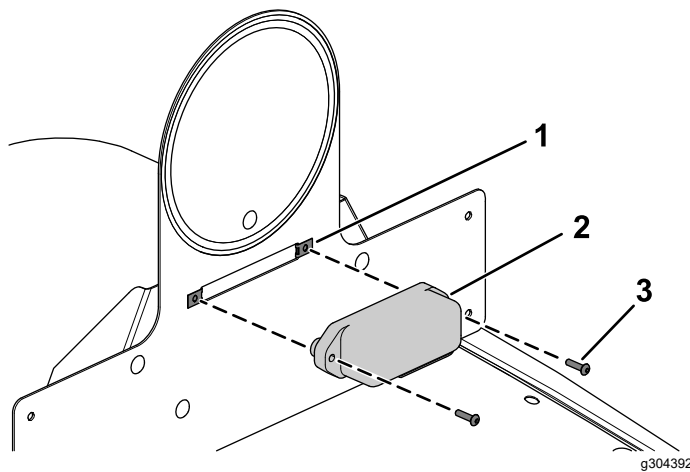

Figura 39
- Conecte el arnés de cables a la luz de la matrícula (Figura 39).
- Fije la luz de la matrícula al bastidor de placa de velocidad montado con las 2 tuercas rápidas instaladas en la Figura 26 y 2 pernos de cabeza de botón (Nº 10 x 3/4"), tal y como se muestra en la Figura 39.